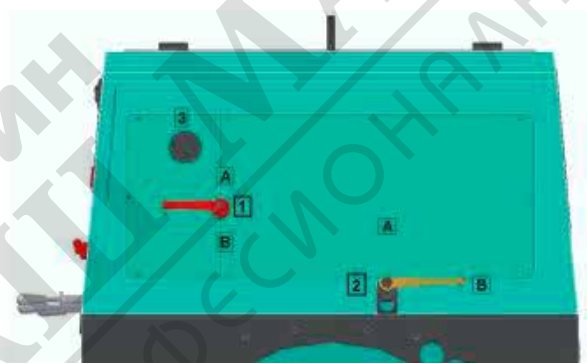

Fig. 4
Eliberați întotdeauna presiunea din rezervor înainte să deschideți capacul sau să deconectați conductele: indicatorul de presiune (Fig. 4 – ref. 3) trebuie să indice o presiune de 0 bari și la deschiderea manetei supapei de siguranță de pe capac, așteptați până când nu se mai aude că se evacuează aerul înainte de deschiderea